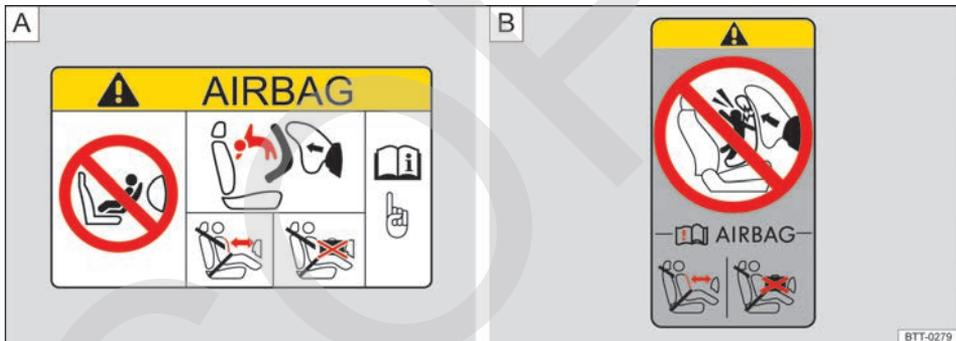

Fig. 63 Representación esquemática: etiqueta adhesiva relativa al airbag en el parasol (A) y en el pilar B (B).
- en el parasol del conductor y/o del acompañante ⇒ **fig. 63 A**;